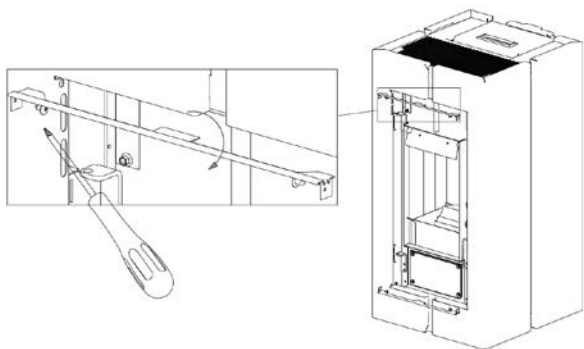

Fig. 54 - Rimozione profili
- Svitare le 4 viti e rimuovere i profili neri sopra e sotto la porta (vedi **Fig. 54**).